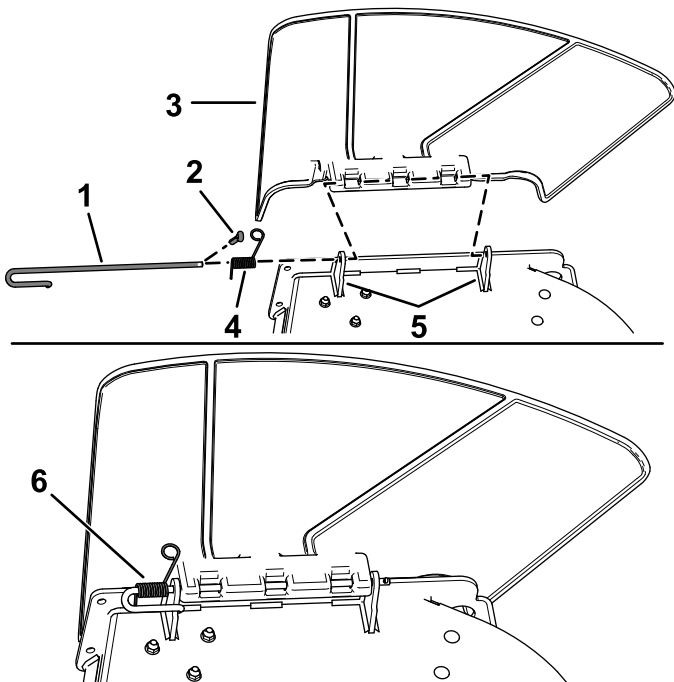

Figure 75
1. Retirez la goupille fendue (Figure 75).
2. Désengagez le ressort du cran dans le support de déflecteur et sortez la tige des supports soudés du plateau, du ressort et du déflecteur d'éjection (Figure 75).
9. Remettez la goupille fendue (Figure 75).